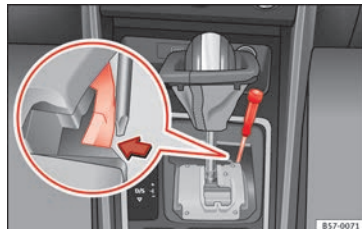

Fig. 54 Levier sélecteur : déverrouillage d'urgence de la position de parking.
- Avec un tournevis, appuyez latéralement sur la languette jaune de déverrouillage et maintenez la pression » » » **fig. 54.**